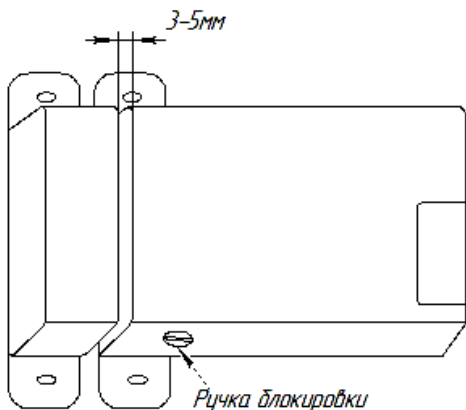

Рис.3
5.1. Для включения блокировки, при утопленном в корпус замка кулачке, повернуть ручку блокировки против часовой стрелки до упора (Рис.3)
4.2. Для установки замка на двери различной толщины предусмотрены три положения крепления цилиндрического механизма. Для чёткой работы замка зазор между замком и запорной планкой при закрытой двери должен составлять 3-5мм (Рис.3). Засовы должны свободно входить в отверстия в запорной планке.